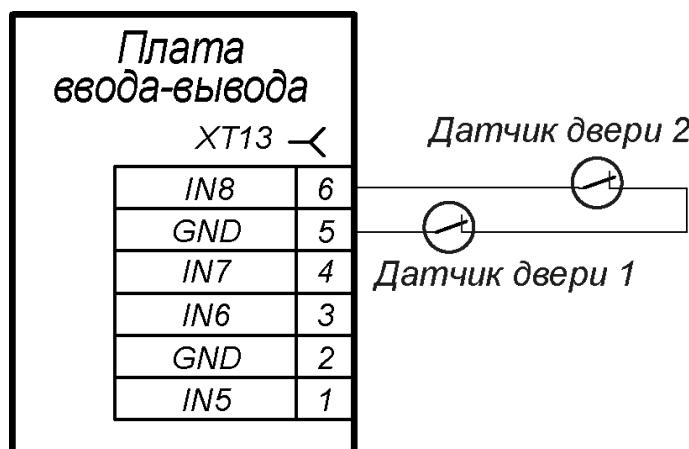

Рисунок 12. Схема подключения датчиков
Датчики подключаются к плате ввода-вывода (27) к любому свободному входу платы в соответствии со схемой на рис. 12. Вход конфигурируется соответствующим образом в ПО АСПП **PERCo.Паркинг**.